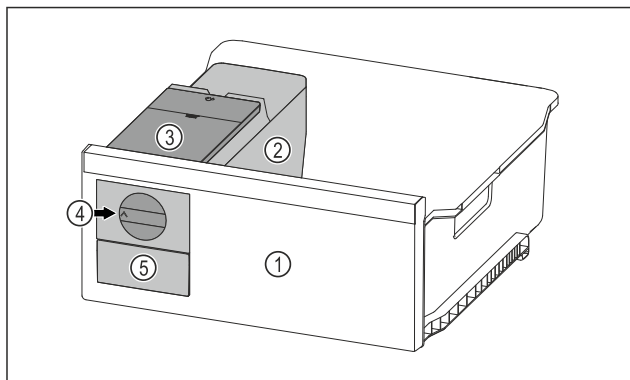

Fig. 66 Beispielhafte Darstellung
- Drehknopf Fig. 66 (4) im Uhrzeigersinn bis zum Anschlag drehen.
- Eiswürfel fallen aus der Eiwürfelschale in das Eiwürfelschubfach Fig. 66 (5).